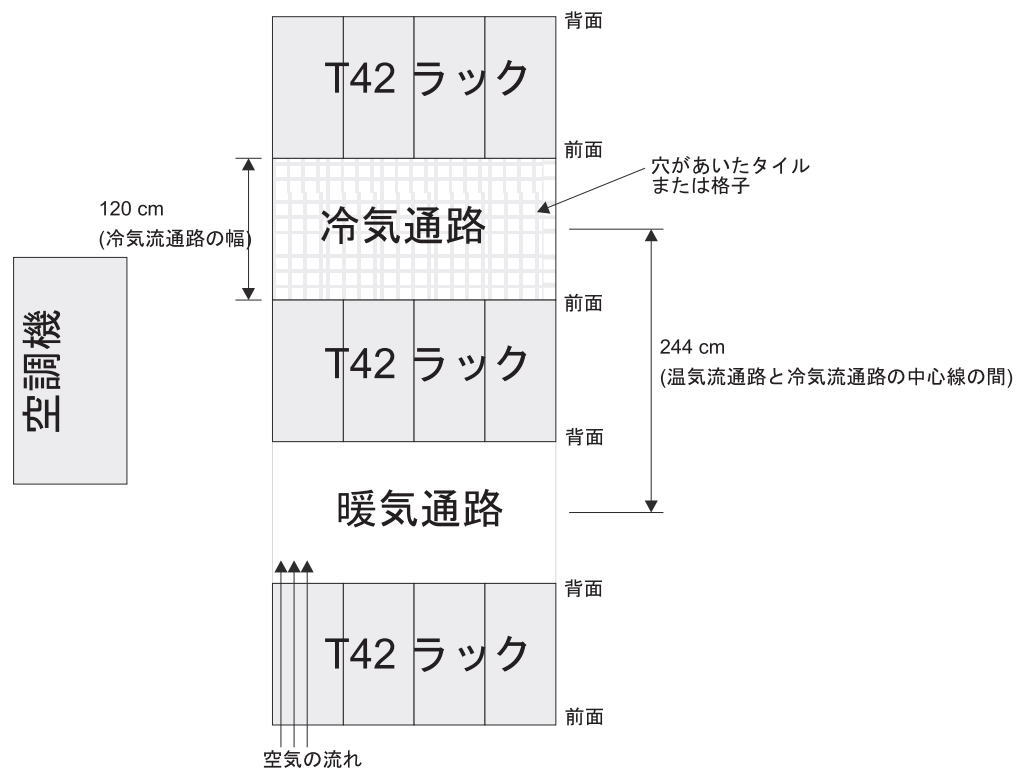

図 15. 冷気通路/暖気通路ラック構成の例
- 空気はラックの前面から入り、背面から出るようにすること。ラックから出る空気が、別の装置の取り入れ口に入らないようにするために、ラックを、背面と背面、あるいは前面と前面を合わせるようにして交互の列に配置する必要があります。この配置方法は「冷気通路/暖気通路」と呼ばれ、28 ページの図 15 にその図を示しました。
- ラックが対面または背中合わせの列で並んでいるところでは、冷気通路の幅を 122 cm (48 in.) 以上取って、列を離す必要があります (図 15 を参照)。